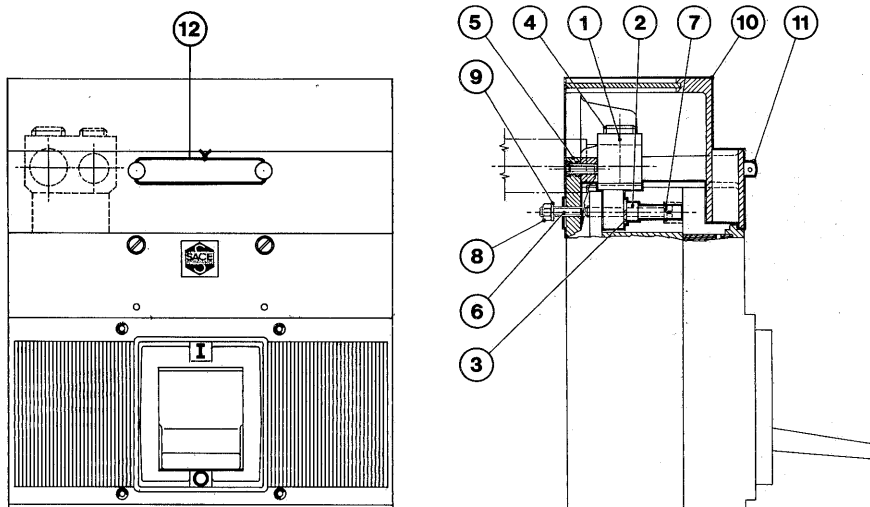

Fig. 13
7.4. Trasformazione dell'interruttore base in interruttore fisso con attacchi posteriori per cavi (fig. 13)
- b) fissare i morsetti (1) agli attacchi dell'interruttore con le viti (2) e le rosette (3) avendo cura di stringerle a fondo
- c) avvitare i grani (4) nei morsetti (1)
- d) inserire nelle apposite sedi sul retro della scatola in corrispondenza delle viti di fissaggio i tasselli (5)
- e) infilare nei loro fori le 4 viti (6) con le rosette piane (7) e posteriormente avvitare i dadi (8) con le rosette elastiche (9)
- i) applicare i coprिमorsetti (10) sull'interruttore per mezzo delle viti sigillabili (11).